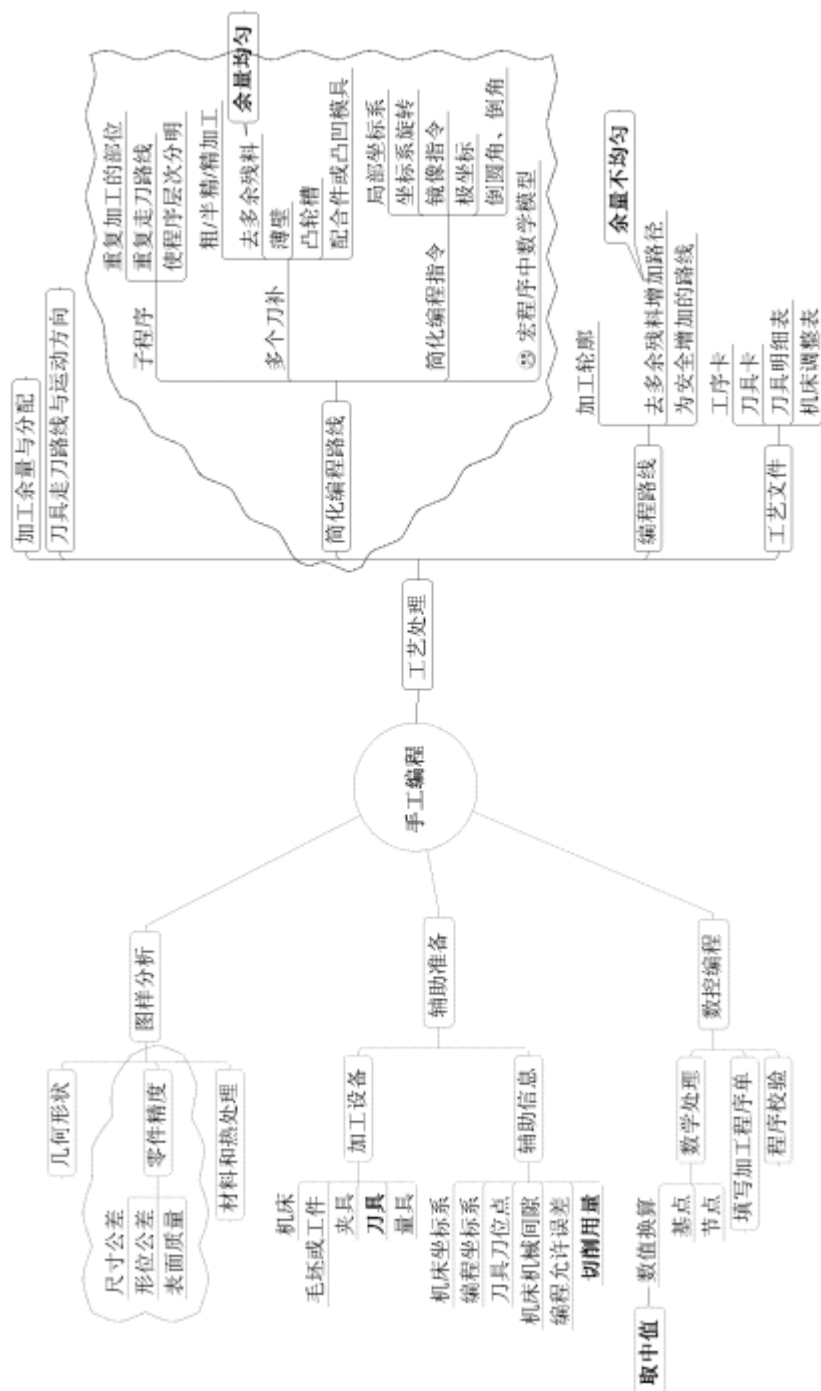
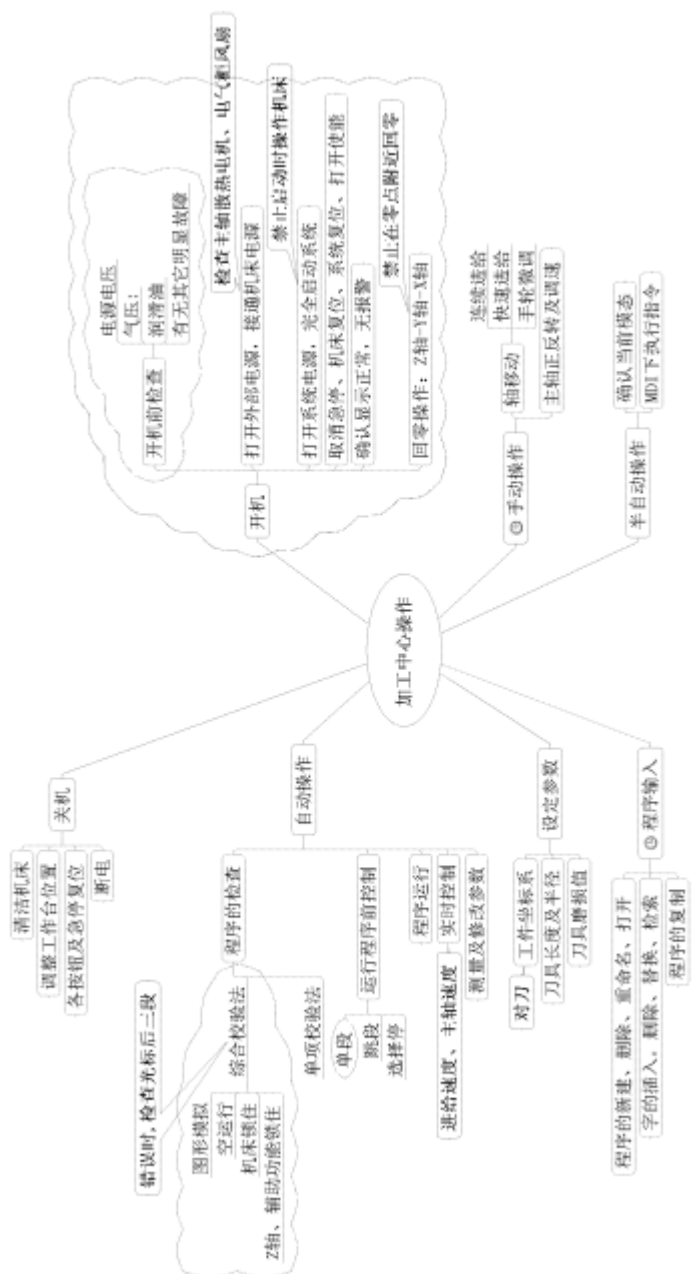

图 3: 手工编程思维导图
图 4: 数控机床的操作思维导图
<div data-bbox="210 1335 373 1370">● 互动提问</div> <div data-bbox="210 1850 438 1998">● 说明介绍说明介绍说明介绍说明介绍说明介绍</div>	<div data-bbox="560 257 979 1001"> <ul style="list-style-type: none"> <li>● 任意轮廓倒圆角(系统变量)</li> <li>● 任意轮廓倒圆角(G10)</li> <li>● Siemens 上倒角与倒圆</li> <li>● 宏程序调用基本知识</li> <li>● 宏程序调用的应用</li> <li>● 多轴加工概述</li> <li>● 四轴加工:圆柱凸轮的加工</li> <li>● 五轴加工简介</li> <li>● 综合练习 (一)</li> <li>● 综合练习 (二)</li> <li>● 综合练习 (三)</li> <li>● 综合练习 (四)</li> </ul> </div> <div data-bbox="512 1019 880 1299"> <p>2、 实习教学计划</p> <ul style="list-style-type: none"> <li>● 两面加工类零件加工</li> <li>● 薄壁配合件加工</li> <li>● 宏程序加工</li> <li>● 综合加工(钢材)</li> </ul> </div> <div data-bbox="512 1317 847 1406"> <p>二、 手工编程复习</p> <p>如下面的思维导图 3</p> </div> <div data-bbox="512 1433 847 1523"> <p>三、 数控机床的操作</p> <p>如下面的思维导图 4</p> </div> <div data-bbox="512 1550 944 2011"> <p>四、 数控机床指令</p> <p>1、 G 指令</p> <ul style="list-style-type: none"> <li>● G0 G1 G2 G3</li> <li>● G17 G18 G19</li> <li>● G9 G61 G62 G63 G64</li> <li>● G4</li> <li>● G20 G21</li> <li>● G40 G41 G42</li> </ul> </div>
<p>● 互动提问</p>	<ul style="list-style-type: none"><li>● 任意轮廓倒圆角(系统变量)</li><li>● 任意轮廓倒圆角(G10)</li><li>● Siemens 上倒角与倒圆</li><li>● 宏程序调用基本知识</li><li>● 宏程序调用的应用</li><li>● 多轴加工概述</li><li>● 四轴加工:圆柱凸轮的加工</li><li>● 五轴加工简介</li><li>● 综合练习(一)</li><li>● 综合练习(二)</li><li>● 综合练习(三)</li><li>● 综合练习(四)</li></ul> <p>(1) 实习教学计划</p> <ul style="list-style-type: none"><li>● 两面加工类零件加工</li><li>● 薄壁配合件加工</li><li>● 宏程序加工</li><li>● 综合加工(钢材)</li></ul> <p>二、 手工编程复习</p> <p>如下面的思维导图 3</p> <p>三、 数控机床的操作</p> <p>如下面的思维导图 4</p> <p>四、 数控机床指令</p> <p>1、 G 指令</p> <ul style="list-style-type: none"><li>● G0 G1 G2 G3</li><li>● G17 G18 G19</li><li>● G9 G61 G62 G63 G64</li><li>● G4</li><li>● G20 G21</li><li>● G40 G41 G42</li></ul>